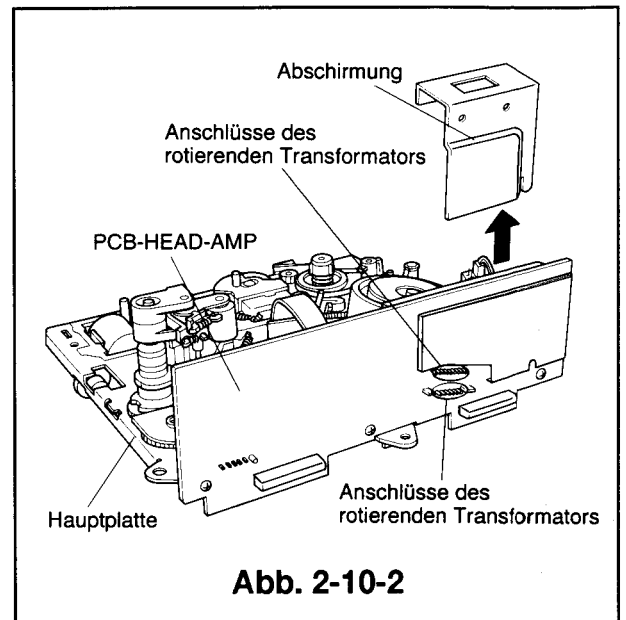

Abb. 2-10-2
- ① Das Kassettengehäuse ausbauen (siehe Artikel 2-1).
- ② Die Anschlüsse am Abschluß der Kopftrommeleinheit und am Anschluß des rotierenden Transformators auslöten (siehe Abb.2-10-2).